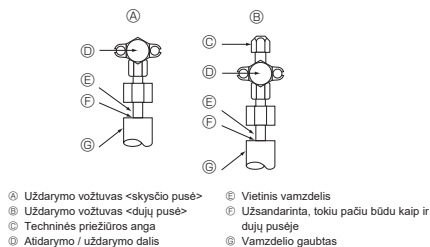

Fig. 4-4
4.4. Šaltnešio vamzdelio hermetiškumo patikros būdas (Fig. 4-4)
- Jei slėgis mažėja atliekant (2) arba (3) veiksmus, yra dujų nuotėkis. Suraskite dujų nuotėkio šaltinį.